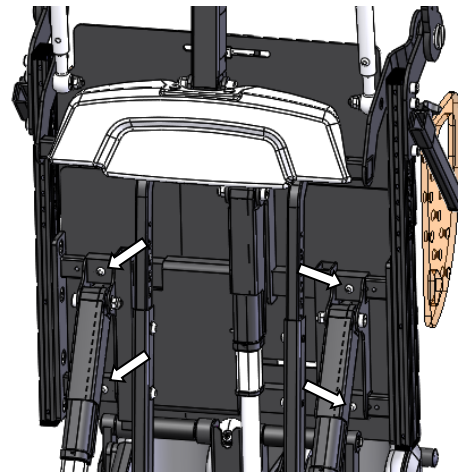

Abbildung 13: Sitzweitenverstellung
- Entfernen Sie mit einem Inbusschlüssel 4-mm die vier Sitzbreitenverstellungsschrauben (auf einer Seite) (siehe Abbildung 13).